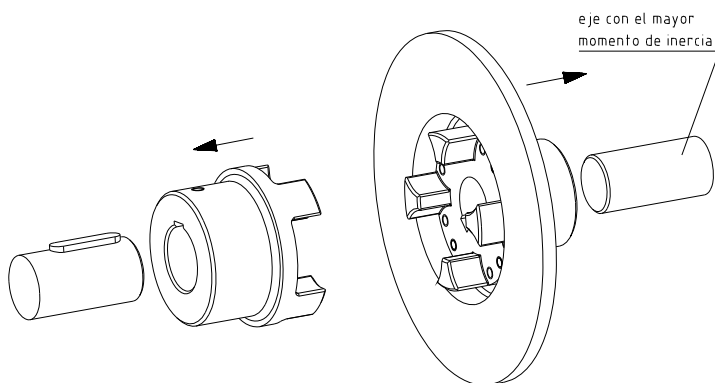

figura 6
- Monte la manguon y el manguon FN con el tambor de freno / disco de freno en el eje del lado motor y conducido. Ponga el manguon FN en el extremo del eje donde el mayor momento de inercia empieza a ser efectivo. El max. par de frenado no debe ser mayor al par máximo (T_{Kmax}) del acoplamiento (ver figura 6).